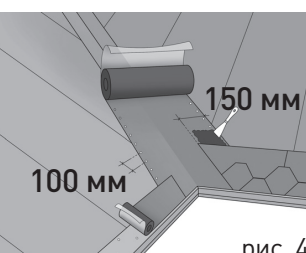

рис. 4
**Открытый способ (рис. 4).** Подкладочный ковер монтируется в ендову с приклеиванием по всей площади битумным клеем слоем 1 мм и пробивкой по краям с шагом 10 см. Остальные подкладочные коври укладываются с заходом на подкладочный ковер ендовы на 15 см. Концы ковров обрезаются по направлению ендовы, нахлест промазывается битумным клеем. Ендовый ковер укладывается в ендову поверх подкладочного ковра на ширину минимум 15 см в обе стороны. На ендовый ковер заводится черепица. По оси ендовы оставляют зону без черепицы шириной не менее 15 см. Края черепицы обрезаются параллельно ендове и тщательно проклеиваются послойно битумным клеем по ширине 150 мм [без гвоздей!].